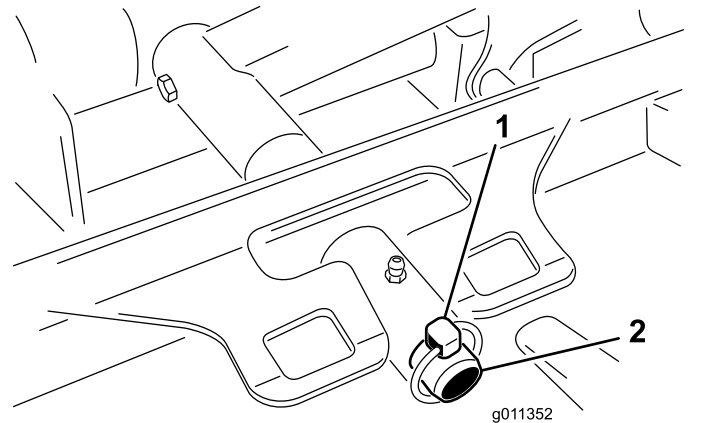

Bild 93
3. Entfernen Sie den Klappstecker (für Groundsmaster 4500-Maschinen) oder die Befestigungsmutter (für Groundsmaster 4700-Maschinen), mit dem bzw. der der Mähwerkträgerrahmen am Lagerbolzen des Hubarms befestigt ist (Bild 93).